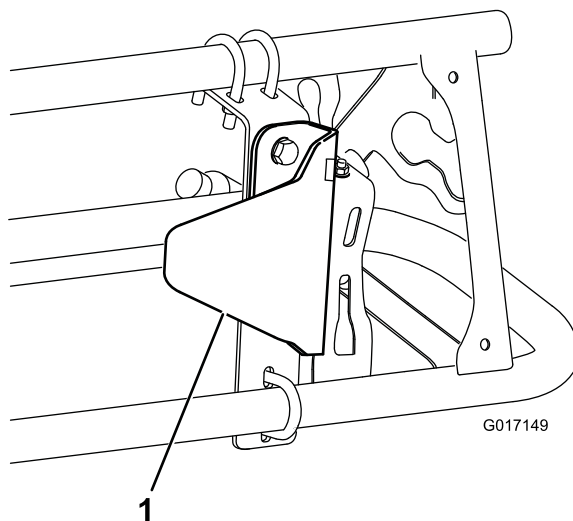

Figura 10
2. Instale el protector del sensor en el soporte de montaje con 2 pernos (5/16 x 3/4 pulgada) y 2 tuercas con arandela prensada (5/16 pulgada) según se muestra en Figura 10.